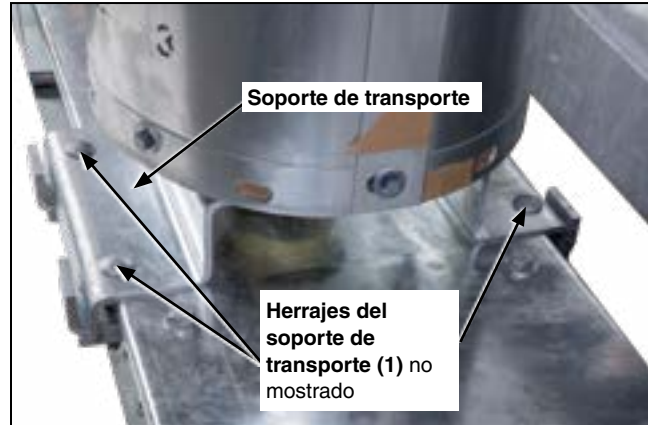

Figura 12. Abrazaderas de transporte para los interruptores Circuit-Switcher Serie 2000.
PASO 2. Retire las cuatro tuercas hexagonales de acero inoxidable de $\frac{1}{2}$ -13 pulgadas y las arandelas Belleville utilizadas para sujetar el soporte de envío de la cámara interruptiva a las espigas roscadas de la cámara interruptiva. Ver Figura 12. Descartar estas piezas pero conservar las arandelas Belleville y las tuercas para ser utilizadas en el Paso 4(f) en la página 20